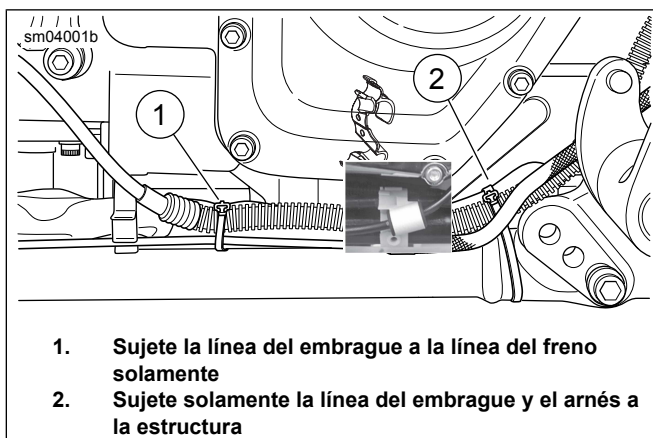
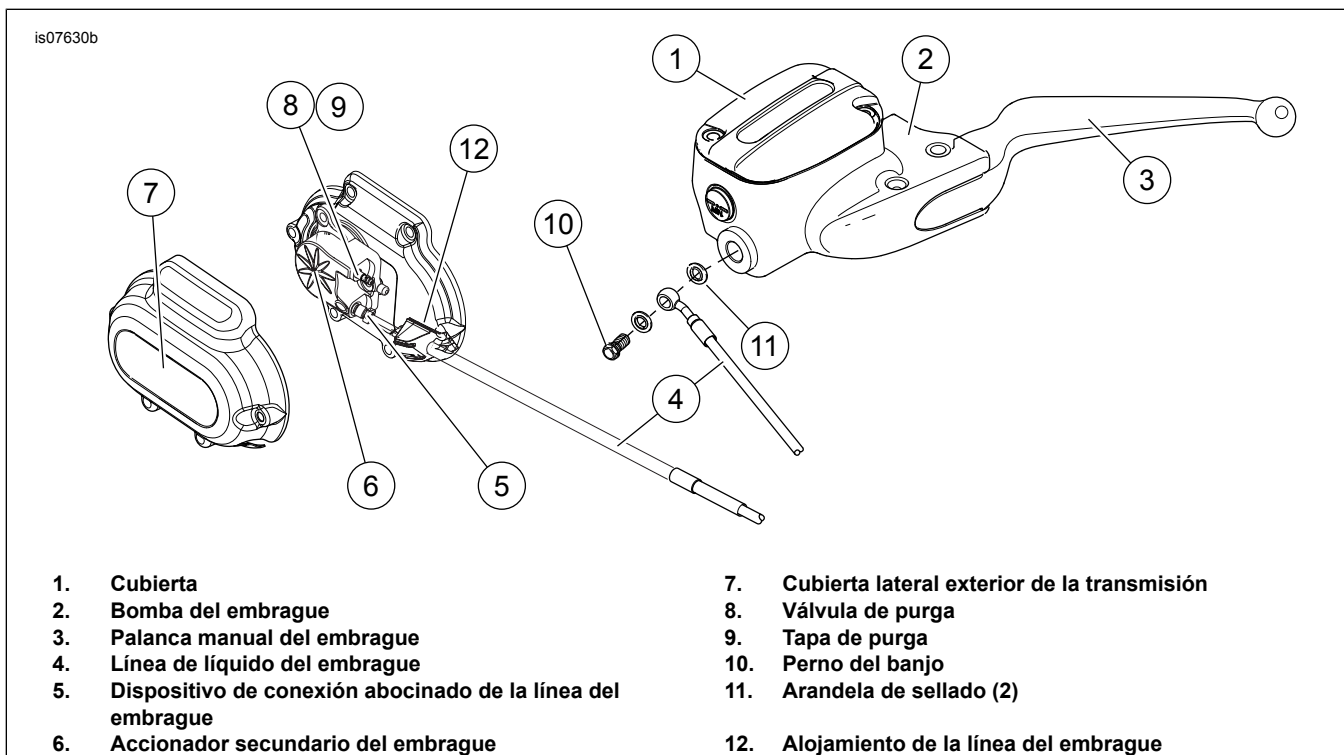

Figura 2. Ubicación de la correa de cables de la línea de líquido del embrague
Figura 3. Conexiones de la línea de líquido de embrague
5. **TODOS los modelos:** vea el Manual de servicio y Figura 3 . Quite la cubierta lateral de la transmisión (7).
6. Vea el Manual de servicio. Drene la línea de líquido del embrague (4). Desconecta la línea de líquido de embrague del accionador secundario del embrague (6)
7. Desconecta la línea de líquido del embrague del depósito de la bomba del embrague (2). Guarda el perno de banjo (10). Desecha las arandelas de sellado (11).
10. Vea Figura 2 . Tome en cuenta las ubicaciones de las correas de cables. Quite las correas de cables que aseguran la línea del líquido del embrague a la línea del freno trasero. Quite las correas de cables de los tubos del bastidor.
5. Vea Figura 3 . Instala sin apretarlo el dispositivo de conexión abocinado (5) en el accionador secundario del embrague (6).
6. Vea Figura 2 . Asegure la línea de líquido del embrague con las correas de cables nuevas. Verifica que no haya contacto con el sistema de escape o con cualquier otra pieza que pudiera causar daños.
11. Vea Figura 3 . Instale el alojamiento de la cubierta lateral de la transmisión (12) en la línea de líquido del embrague. Posicione más o menos como se muestra. Sitúa el extremo de la tuerca abocinada en la línea de líquido del embrague (5) y el alojamiento para que se ajuste a la marca de la tapa lateral de la transmisión. Aprieta la tuerca abocinada.